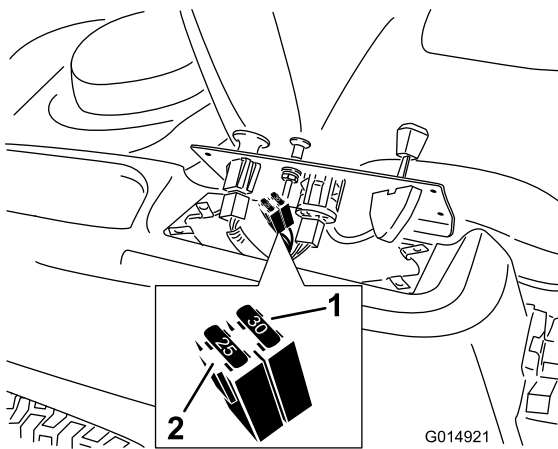

Figure 40
2. Soulevez le panneau de commande pour accéder au faisceau de câblage principal et au porte-fusibles (Figure 40).
3. Pour remplacer un fusible, tirez dessus pour l'enlever (Figure 40).